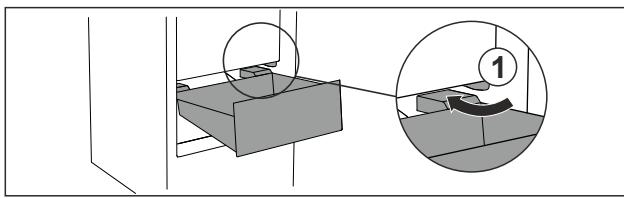

Fig. 27
- Обвести висувний ящик навколо стопора Fig. 27 (1).